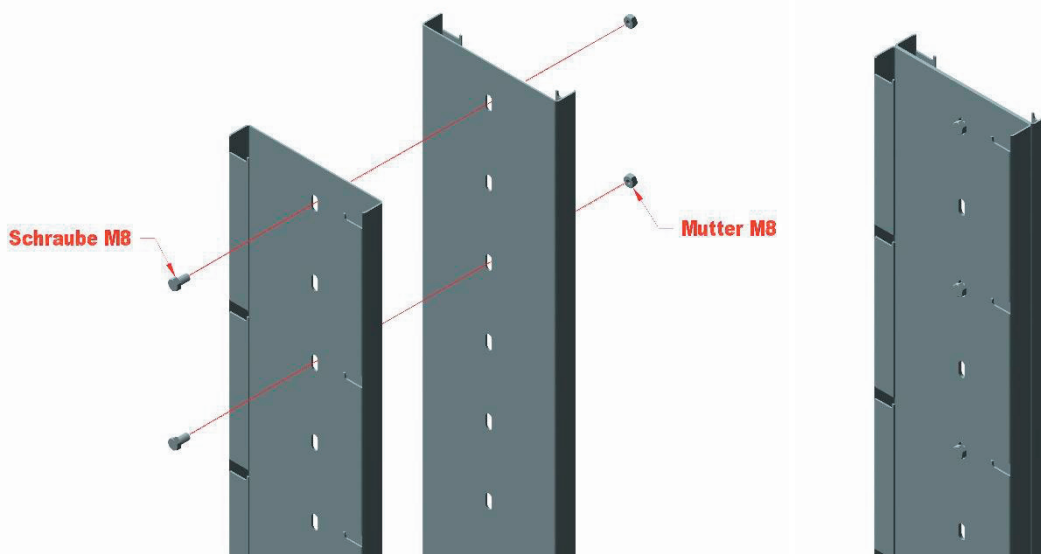

Abbildung 12: Pfosten verbinden
2. Beide Pfosten miteinander mit Schrauben M8 und Muttern M8 verbinden. Siehe *Abbildung 12*.